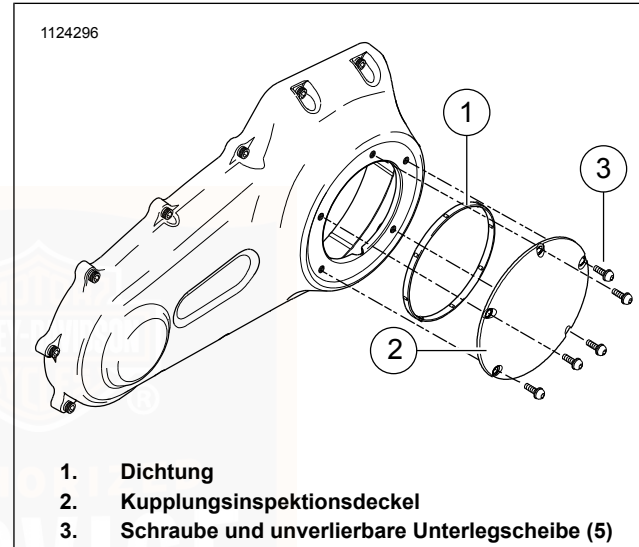
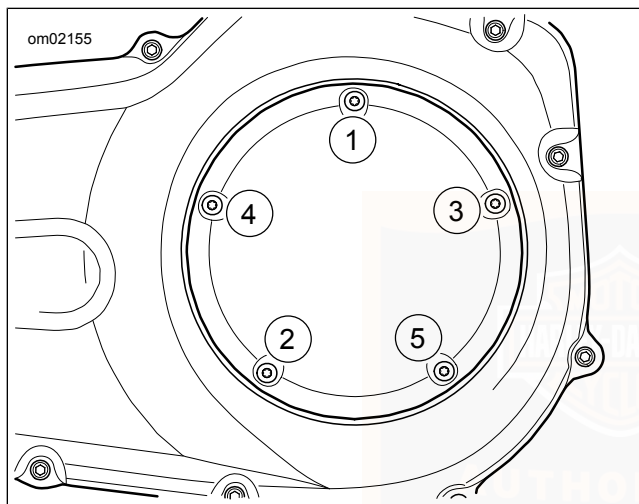

Abbildung 70. Kupplungsdeckel (Typisch)
Abbildung 71. Anzugsreihenfolge für Kupplungsdeckel
6. Siehe Abbildung 70 . Schrauben (3) und Kupplungsinspektionsdeckel (2) entfernen.
7. Dichtung (1) entfernen. Das Öl von der Nut im Kettengehäusedeckel und der Befestigungsfläche abwischen.
- b. Siehe Abbildung 70 . Die **neue** Dichtung (1) in die Nut des Kupplungsinspektionsdeckels (2) einsetzen. Jede Noppe auf der Dichtung in die Nut drücken.
- c. Den Kupplungsinspektionsdeckel (2) mit Schrauben und unverlierbaren Unterlegscheiben (3) sicher befestigen.
- d. Siehe Abbildung 71 . Auf folgendes Drehmoment anziehen: 9,5–12,2 N·m (84–108 **in-lbs**).